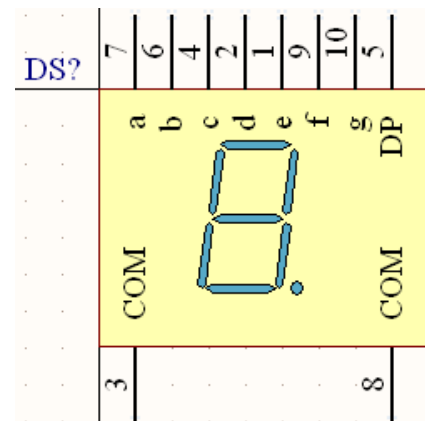

图4-26 修改好的数码管
- （2）移动引脚a-g、dp到顶部，选中引脚时，按TAB键，可编辑引脚的属性，按Space键可按以90°间隔逐级增加来旋转引脚，把引脚移到‘图4-26所示’的位置。